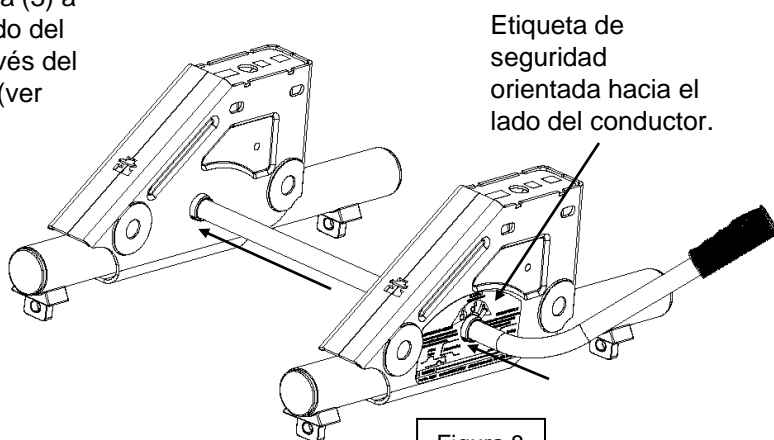

Figura 8
3. Antes de instalar el Deslizador de quinta rueda REESE™ en la base del vehículo. Inserte la manija (3) a través del ensamblaje (2) del lado del conductor (lado del conductor del vehículo de remolque) y luego a través del ensamblaje del deslizador del lado del pasajero (1) (ver Figura 8).